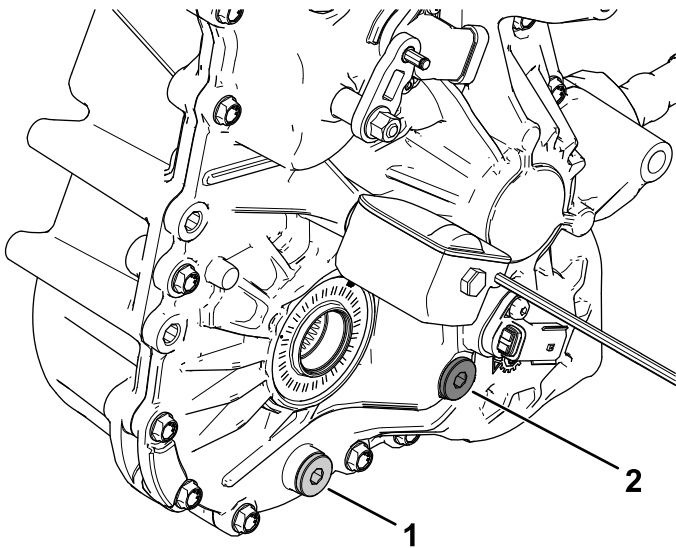

Figura 86
4. Retire el tapón de llenado del transeje (**Figura 86**).
5. Si el nivel de fluido es bajo, retire el tapón de llenado y añada el fluido especificado hasta que salga del orificio (**Figura 86**).
1. Coloque un recipiente debajo del tapón de vaciado (**Figura 86**).
2. Retire el tapón de llenado (**Figura 86**).
3. Retire el tapón de vaciado y deje que el aceite se drene completamente (**Figura 86**).